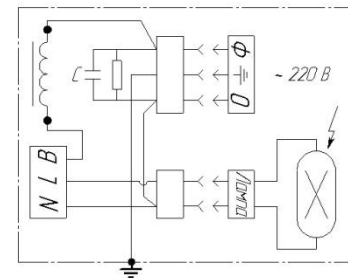

Рисунок 2. Схема электрических соединений
5.3 Отвернуть гайку кабельного ввода поз.3, сетевые провода и провод заземления протянуть внутрь светильника через кабельный ввод. Сетевые провода присоединить к клеммам штепсельного соединителя на панели, согласно схеме включения (рисунок 2), а провод заземления присоединить к узлу заземления, который расположен на корпусе, предварительно закрепив их планкой для зажима проводов. Завернуть гайку.